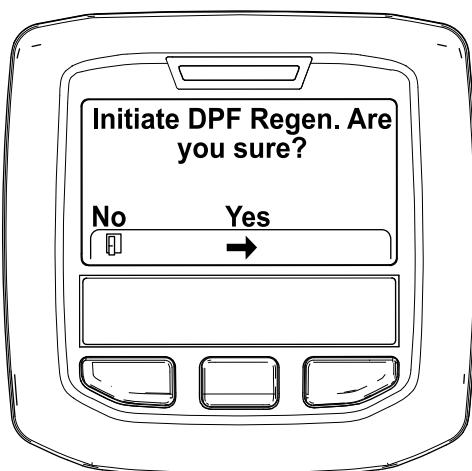

図 44
4. Initiating DPF Regen DPF 再生開始 Are you sure?というメッセージが表示されるので、中央ボタンを押す図 44。